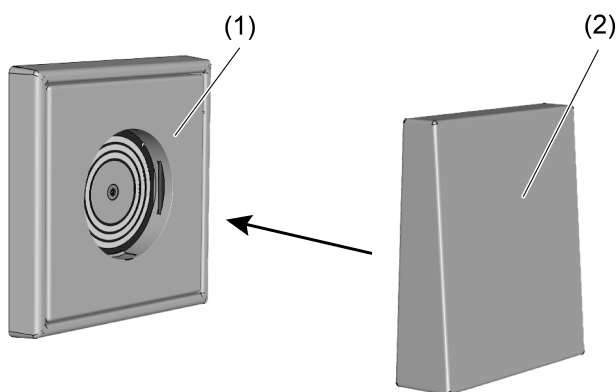

Figura 1: Montare l'apparecchio di illuminazione
- Applicare l'apparecchio di illuminazione (2) sulla presa corrente montata (1) (Figura 1).